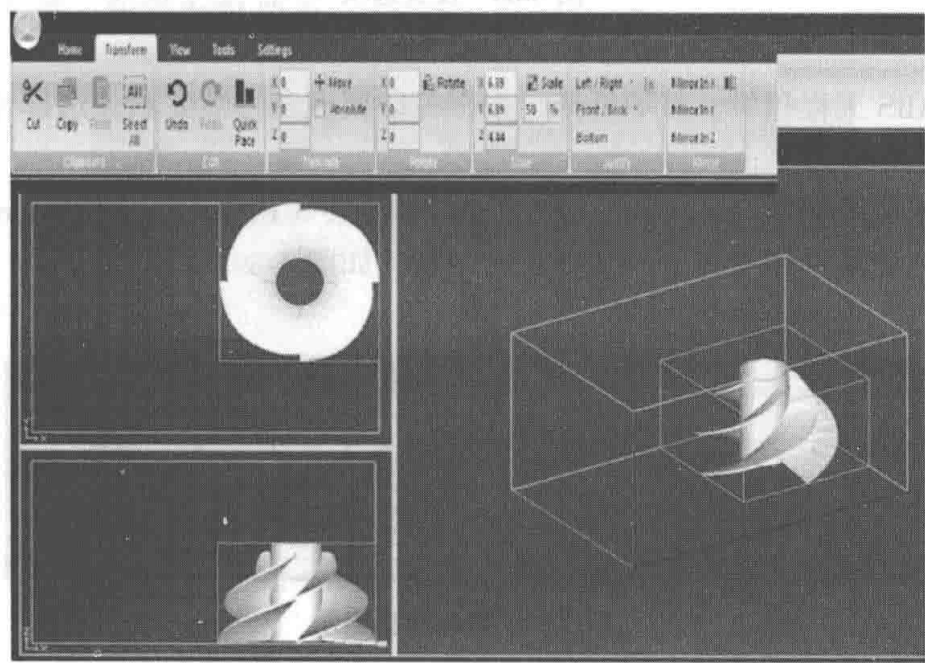

图 4-87 3D Print 软件操作界面
- (1) 零件平移或旋转框，对模型进行重新定位；
- (2) 使用自动定位功能，载入模型将自动定位于界面平台上。
- (3) 此软件也可以对模型进行成比例的缩放，操作界面如图 4-87 所示。